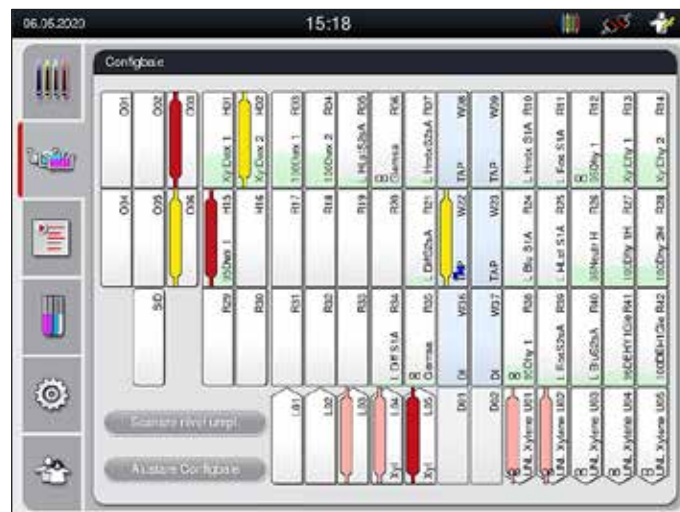

Fig. 87
8. Culoarea detectată a cadrului și prescurtarea atribuită programului vor fi afișate în configurația de ocupare a băii la stația respectivă (→ "Fig. 87").
- Configurație cu detalii stație (→ "Fig. 87").
- În afișarea stării procesului, disponibilitatea și numărul selectat de stații de descărcare diferite nu sunt vizibile pentru utilizator. Se recomandă utilizarea meniului Configbaie pentru monitorizarea procesului (→ "Fig. 87") atunci când se utilizează diferiți reactivi în stațiile de descărcare, pentru a putea reacționa din timp atunci când capacitatea de descărcare este atinsă.